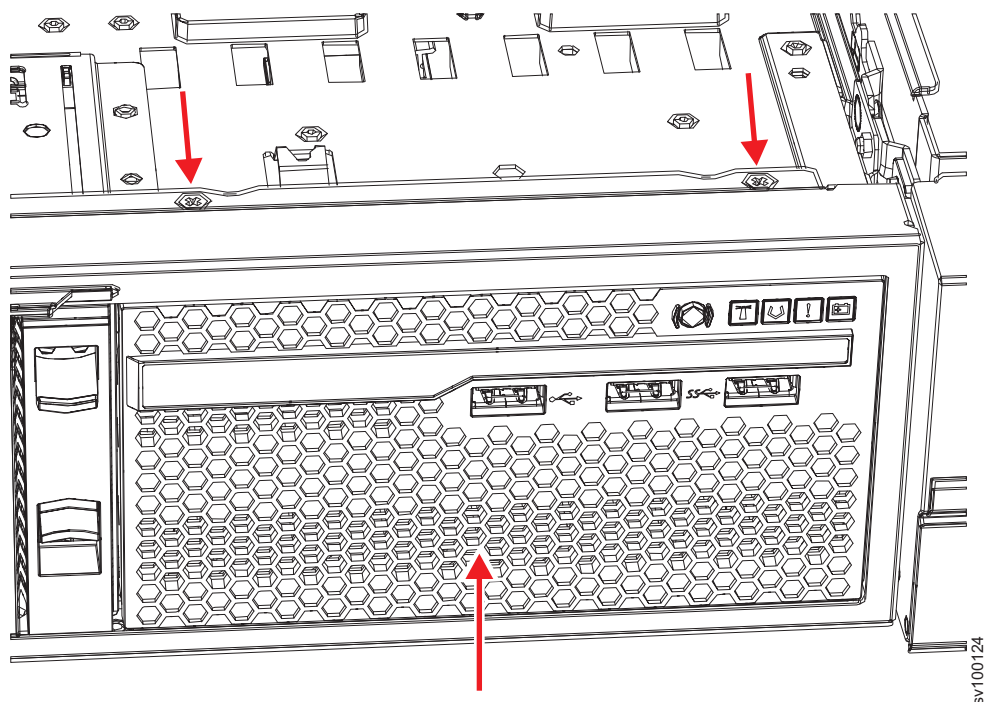

图 163. 更换 2145-SV1 操作员信息面板
2. 在节点前部，将操作员信息面板滑入节点，直到咔嗒一声锁定到位，如第 197 页的图 163 中所示。